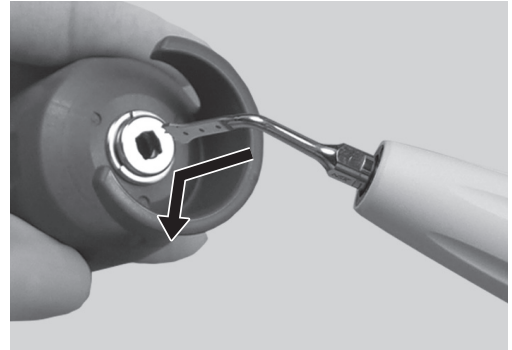

Fig. 16
- 2) Empareje las formas cuadradas de la punta y el orificio de la llave para puntas, e inserte la punta en el orificio. (Fig. 16)